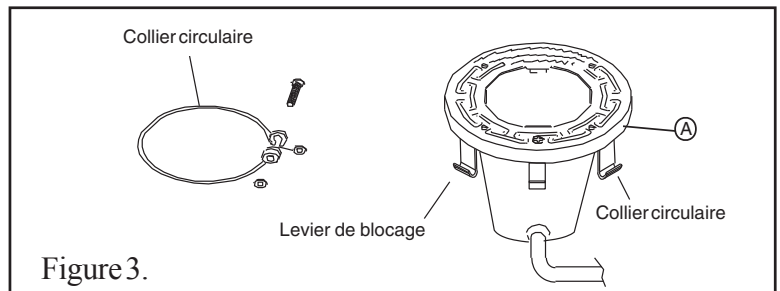

Figure 3.
- (1) La lampe reposant sur son socle, placez l'ensemble d'étanchéité sur le dessus du boîtier de la lampe, conformément à l'étape 7. **LE JOINT DE LENTILLE DOIT ETRE CHANGE CHAQUE FOIS QUE LA LAMPE EST REINSTALLÉE.** Centrez la couronne en acier inoxydable et placez-la par-dessus l'ensemble lentille et joint d'étanchéité. Les leviers de verrouillage doivent tous pendre librement pour pouvoir être installés sur la lentille et son joint. Avant d'installer le collier de serrage Unitension, vérifiez que l'écartement aux extrémités du collier soit d'un pouce environ. (Pour cela, tirez sur les extrémités du collier de serrage Unitension.)
- (2) Les extrémités courbées du collier Unitension circulaire étant dirigées vers le bas, ouvrez le collier et placez-le dans le logement en « U » des leviers de verrouillage. Vérifiez que les extrémités courbées du collier soient situées entre les deux leviers de verrouillage illustrés à la figure 3, emplacement A. Vérifiez que le collier soit bien engagé avec tous les leviers.